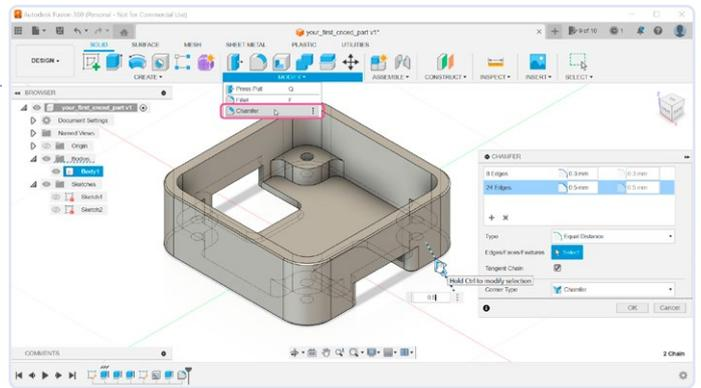

Bild 20. Glätten der Außenkanten.
20) Die scharfen Kanten auf der Außenseite können mit dem Fase-Werkzeug *Chamfer* geglättet werden. Wählen Sie es (**Bild 20**) aus dem Untermenü *Modify* und markieren Sie die Außenkanten des Gehäuses. Für die obere Kante habe ich einen minimalen Wert von nur 0,3 mm verwendet, für die untere Kante einen höheren Wert von 0,5 mm. Sie können mehrere Kanten mit unterschiedlichen Werten gleichzeitig fassen, indem Sie die Schaltfläche *Add Selection Set* im *Chamfer*-Dialog verwenden.